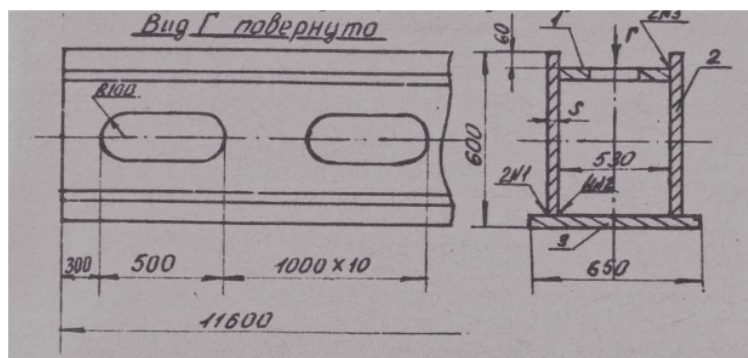

Рисунок 8 – Эскиз колонны коробчатого сечения
8. Производство крупносерийное, годовой объем выпуска 600 шт. при двухсменной работе участка (Приложение 1, рисунок 8)